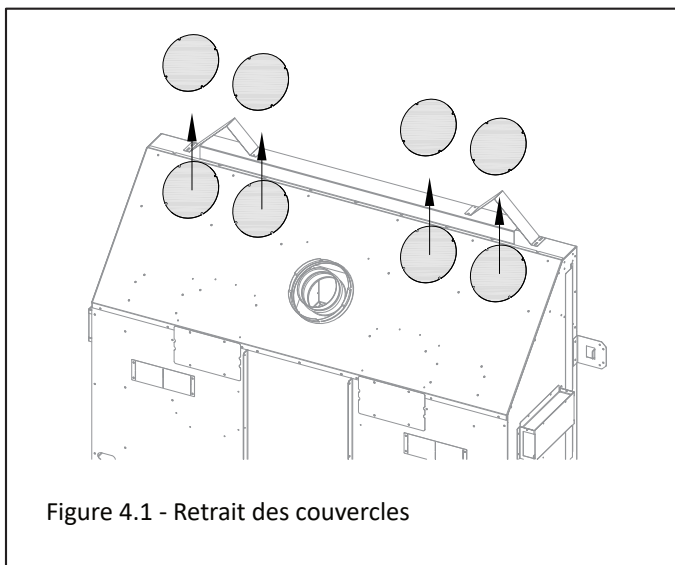
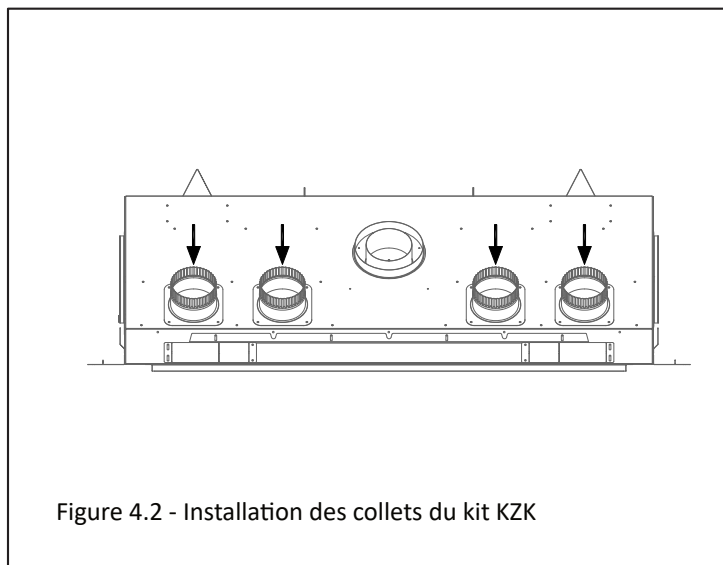

Figure 4.1 - Retrait des couvercles
Figure 4.2 - Installation des collets du kit KZK
1. Retirez les (4) couvercles ronds sur le dessus du foyer, tel que montré à Figure 4.1 (4 vis par couvercle). Installez les collets de raccordement fournis avec le kit KZK-1510A, tel que montré à la Figure 4.2. Conservez les vis à métal pour l'étape suivante.